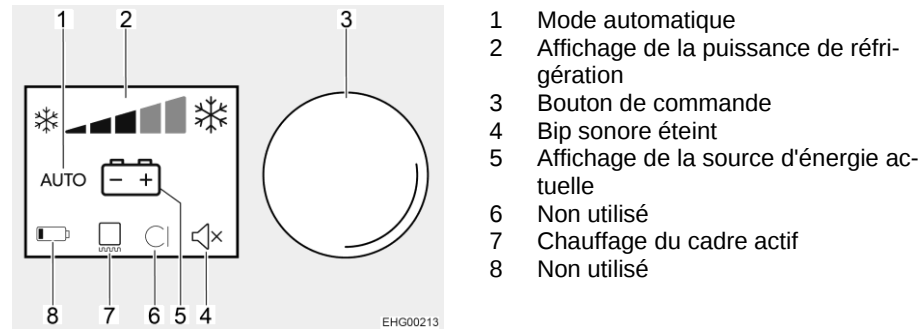

Fig. 197 Utilisation du réfrigérateur
Lorsque le réfrigérateur est mis en marche, il choisit automatiquement la température moyenne du thermostat. Ce réglage peut être ajusté manuellement avec le bouton de réglage (Fig. 197,3). Les barres (Fig. 197,2) indiquent le réglage du thermostat sélectionné. Il faudra attendre quelques heures jusqu'à ce que le réfrigérateur ait atteint sa température normale de réfrigération. Il garde toutefois son réglage de température lorsqu'on change d'un mode à un autre. La température de réfrigération est maintenue indépendamment du type d'énergie choisi.
En cas de températures extérieures élevées et d'humidité importante de l'air, il est possible que des gouttes d'eau se forment au niveau du cadre métallique du compartiment congélation. C'est pourquoi le réfrigérateur est équipé d'un chauffage du cadre pour le compartiment congélation. En cas de températures extérieures élevées et d'humidité importante de l'air, allumer le chauffage du cadre. Ceci permet d'éviter la corrosion. Quand le chauffage du cadre est actif, son symbole est allumé (Fig. 197,7).
- Tourner le bouton de réglage (Fig. 197,3) jusqu'à ce que la ligne inférieure (menu de réglage) soit active.
- Appuyer pendant environ 2 secondes sur le bouton de réglage (Fig. 197,3). Le réfrigérateur s'allume aux derniers réglages choisis.
- Appuyer pendant environ 4 secondes sur le bouton de réglage (Fig. 197,3). Le réfrigérateur s'éteint, plus aucun indicateur n'est allumé.